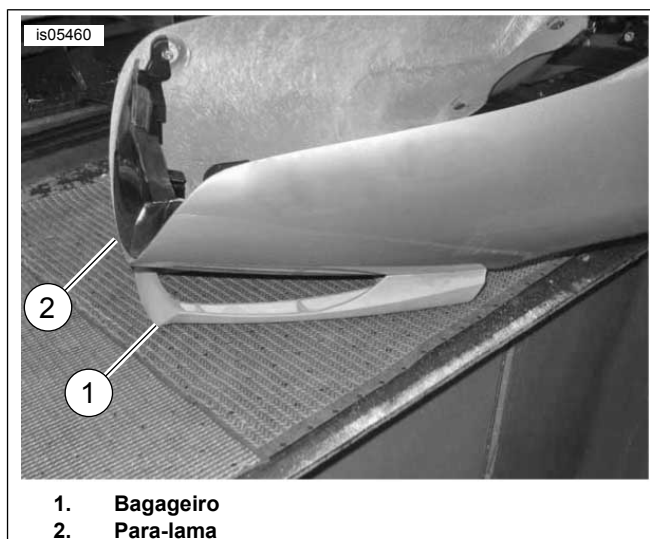

Figura 3. Alinhamento do bagageiro e do para-lama
6. Veja Figura 3. Coloque o bagageiro (1) de cabeça para baixo na bancada de trabalho e alinhe os furos do bagageiro com os furos do para-lama (2).